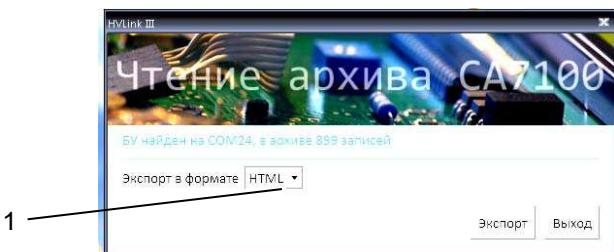

Рисунок 9.4
3) Запустить программу "Чтение архива БУ", щелкнув на соответствующем ярлыке на Рабочем столе компьютера, на экране ПК появится диалоговое окно (рисунок 9.4) и с этого момента начнется функционирование программы.
4) Из списка (поз.1, рисунок 9.4) выбрать формат файла результатов (MS Word, MS Excel или HTML).